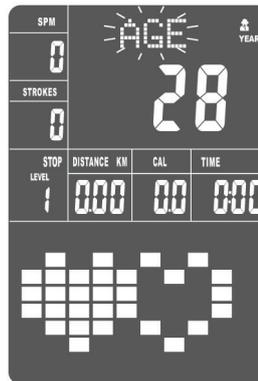

fig 21
- F. AGE blinkt. Drücken Sie UP bzw. DOWN, um Ihr korrektes Alter einzugeben, was die Voraussetzung für ein gesundes Training ist und bestätigen Sie mit MODE (s. fig 21).
- F. The age will flash, and then press UP, DOWN to set your correct age. Press MODE to confirm the value. (See fig 21)